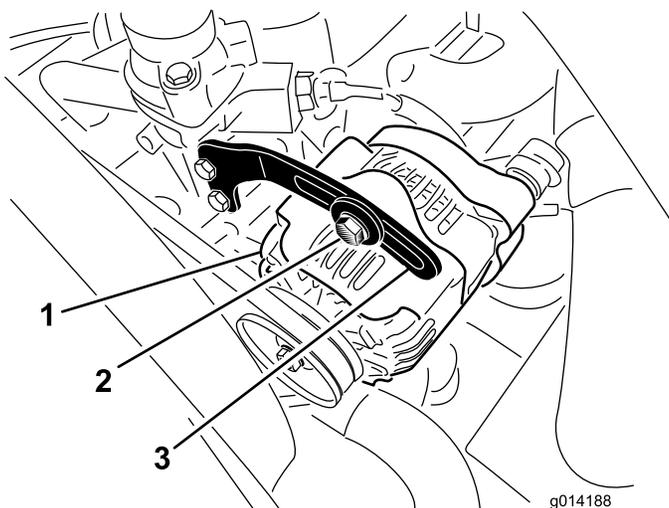

図 57
2. オルタネータ側プーリとクランクシャフト側プーリ間の中央部 (図 57) でベルトを指で 10 kg 程度の力で押して点検する。
3. ブレースをオルタネータ (図 57) に固定しているボルトと、オルタネータのピボットボルトをゆるめる。